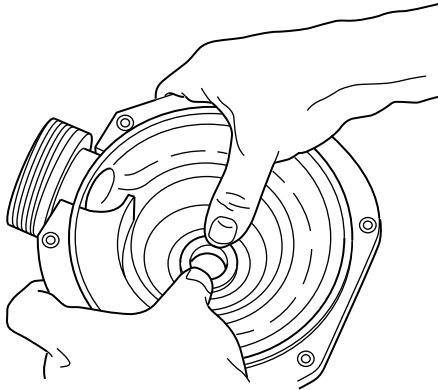

Figura 5
1. El asiento de cerámica debe estar limpio y libre de suciedad, grasa, polvo, etc. Humedezca el empaque de caucho del asiento de cerámica con un poco de agua. Presiónelo en la cavidad con firmeza y con la presión del dedo (Figura 5).